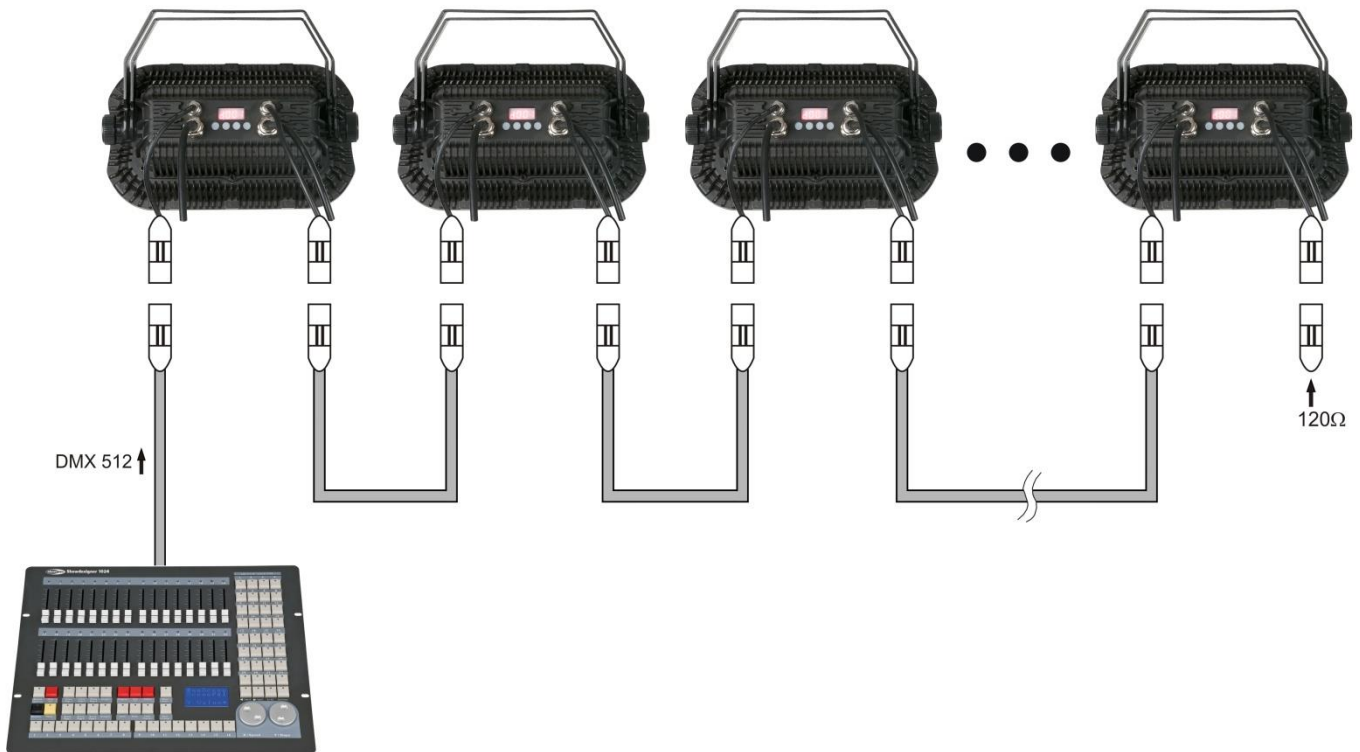

Abb. 11
- 03) Verbinden Sie die gewünschte Anzahl an Geräten auf diese Weise in Reihenschaltung hintereinander wie in Abb. 11 gezeigt.